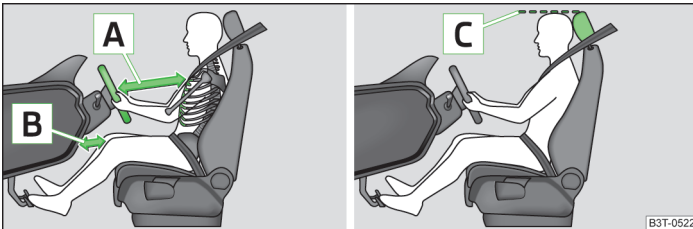

Fig. 152 Position assise correcte du conducteur/réglage correct de l'appuie-tête
- Réglez le volant de façon à que la distance entre le volant et le buste soit de 25 cm minimum [A] » fig. 152 et la distance entre les jambes et le tableau de bord à hauteur de l'airbag de protection des genoux de 10 cm minimum [B].
- Réglez l'appuie-tête de façon à ce que le bord supérieur de l'appuie-tête se trouve au moins à la hauteur de la partie supérieure de votre tête [C] » fig. 152 à la page 170.
- Réglez l'appuie-tête de façon à ce que le bord supérieur de l'appuie-tête se trouve au moins à la hauteur de la partie supérieure de la tête [C] » fig. 152 à la page 170.